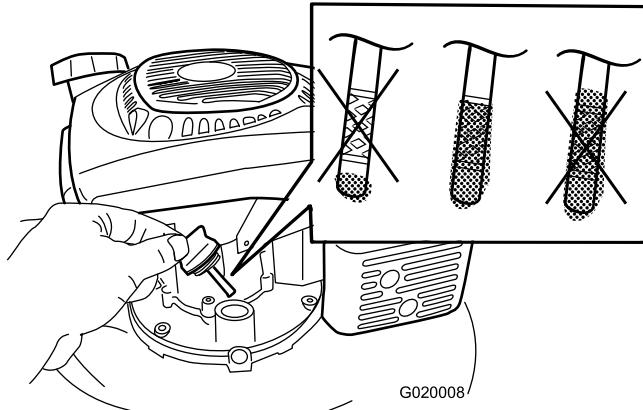

Figura 9
1. Retire la varilla, límpielo con un trapo, vuelva a colocarla en el tubo de llenado, pero no la enrosque (Figura 9).
2. Retire la varilla y compruebe el nivel de aceite (Figura 9). Si el nivel de aceite está por debajo de la marca Añadir de la varilla, vierta aceite **lentamente** por el tubo de llenado hasta que el nivel llegue a la marca de Lleno de la varilla. **No llene demasiado.** (Capacidad máxima: 0.65 l (22 onzas), tipo: 10W-30 o SAE 30, aceite detergente con clasificación de servicio API, SJ, o superior.)